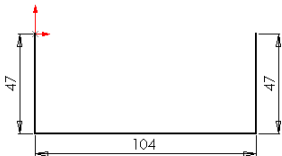

图 3-54 草图轮廓
- 4) 单击[智能尺寸]按钮,标注直线尺寸,如图 3-54 所示。